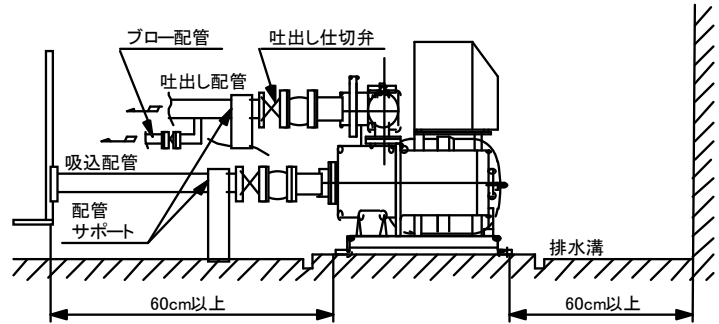

図 5-2-1
- (1) 相フランジは、配管にねじ込んだ後、給水装置に取付けてください。また、耐圧力が十分な配管を、ご使用ください。
- (2) 配管材質は、赤水対策品を使用し、給水装置に吸込配管、吐出し配管の荷重がかからないよう、十分な配管支持をしてください。
- (3) ポンプ2台の場合は、吸込配管を必ず別々に設けてください。
- (4) 分解点検時に便利なように、吐出し側には仕切弁を必ず取付けてください。
(5) 流し込みの場合 (図 5-2-1)